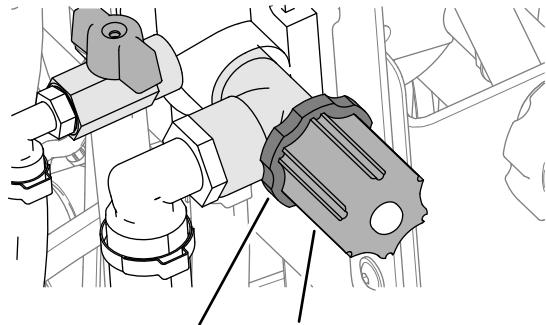

Figure 42
- Tournez le bouton de la vanne d'étranglement dans le sens horaire pour augmenter la pression du système de pulvérisation (Figure 42).
- Tournez le bouton de la vanne d'étranglement dans le sens antihoraire pour réduire la pression du système de pulvérisation (Figure 42).
- Desserrez le contre-écrou et tournez le bouton de la vanne d'étranglement dans le sens antihoraire (Figure 42).